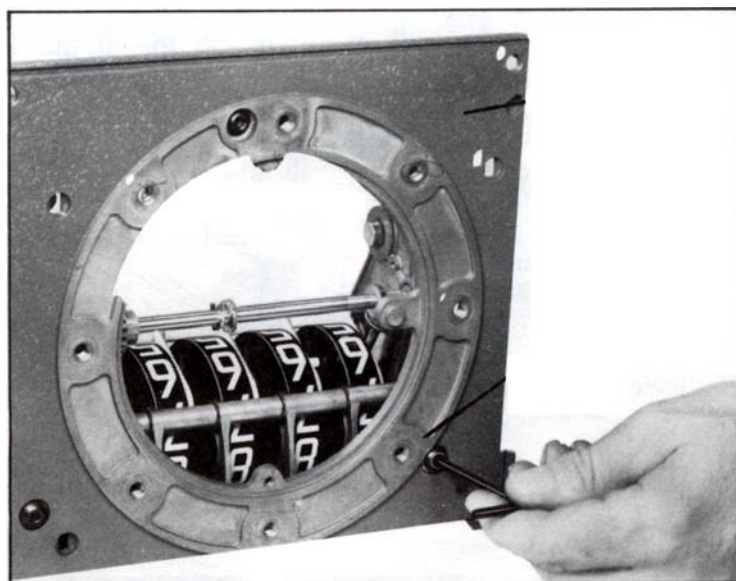

Figure 1
- Enlever les 3 vis sous la tête (figure 1).